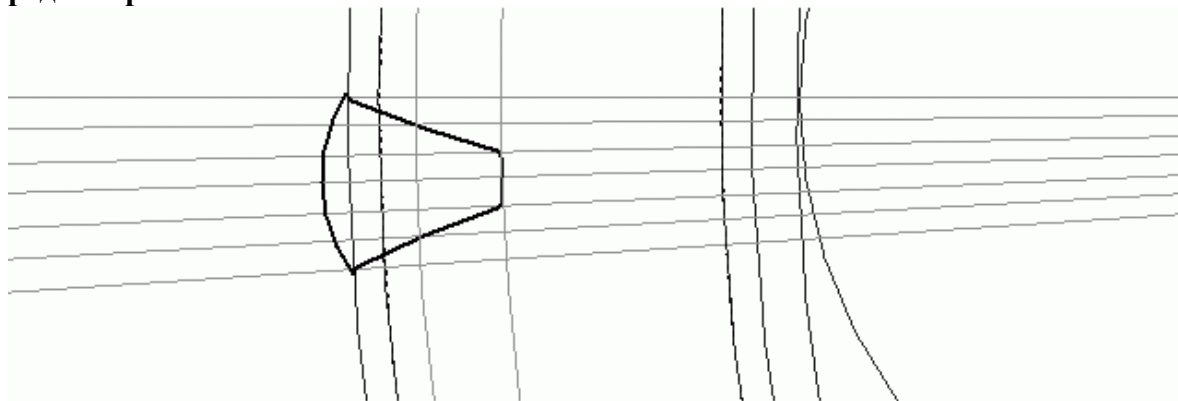

Рис. 3.58. Эскиз профиля выреза между зубьями
3. Привязываясь к сетке вспомогательных линий, постройте контур профиля выреза между зубьями (рис. 3.58). Вместо эвольвент создайте обычные дуги (команда Дуга по 3 точкам). Эти дуги обязательно должны проходить через точки зацепления, находящиеся на пересечении вспомогательной делительной окружности, а также первой и пятой вспомогательных прямых соответственно (учитывая только те прямые, которые откладывались под углом $?\!/8$ от горизонтали). При желании вы можете также создать скругления на головках и ножках вырезаемых зубьев. Завершите редактирование эскиза.